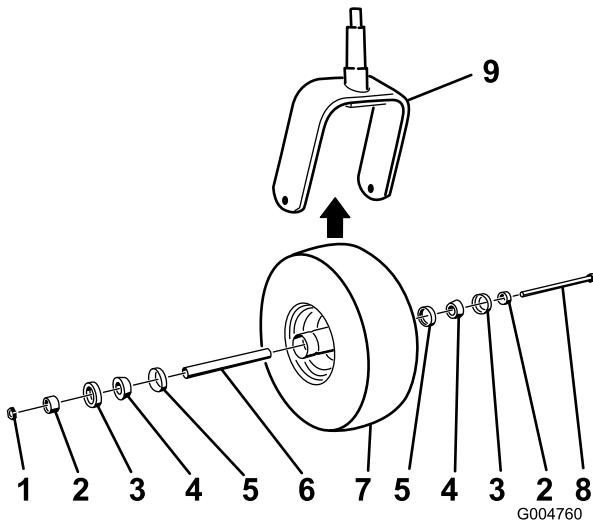

Bild 52
5. Montieren Sie das Laufrad, indem Sie die konischen Lager und Dichtungen, die mit Schmiermittel gefüllt sind, in die Radnabe drücken, siehe Bild 52 für die Positionierung.
2. Entfernen Sie die Sicherungsmutter von der Schraube, mit der das Laufrad an der Gabel befestigt ist (Bild 52).